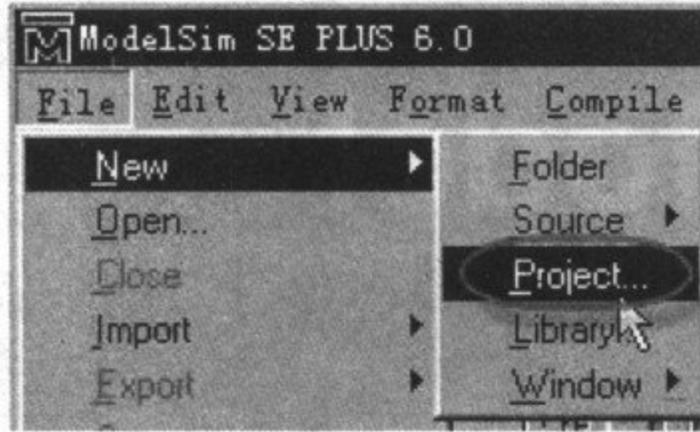

图 3-64 新建工程
(1) 在主窗口中, 单击菜单栏 File→New→Project..., 如图 3-64 所示。